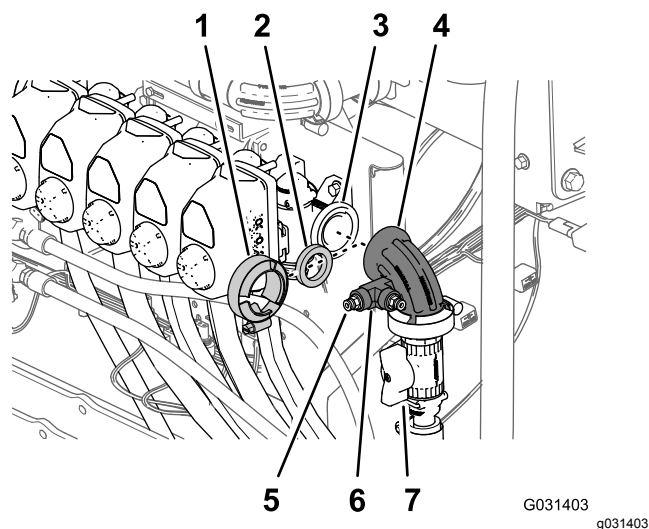

Figura 185
- Alinee la junta y el codo de 90° del carrete de manguera a la brida de la válvula de boquilla 10 (Figura 185).
- Sujete el codo y la junta a la válvula con una abrazadera para bridas y apriete la abrazadera con la mano (Figura 185).
- Aplice una capa de sellador de PTFE a las roscas del acoplamiento del tubo e instale el acoplamiento del tubo en el acoplamiento en T, tal y como se muestra en Figura 185.